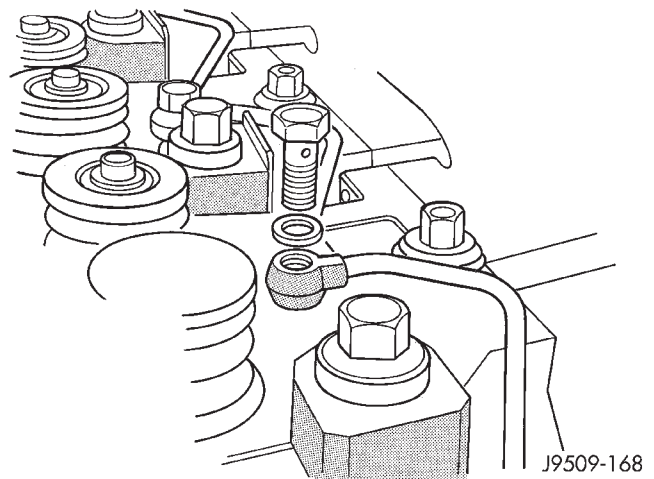

Fig. 40 Linhas de Alimentação de Óleo do Braço do Balancim
- (20) Remova o coletor de admissão. Consulte "Remoção e Instalação do Coletor de Admissão" nesta seção, para obter o procedimento.
- (21) Remova a linha de alimentação de óleo dos conjuntos do braço do balancim (Fig. 40).